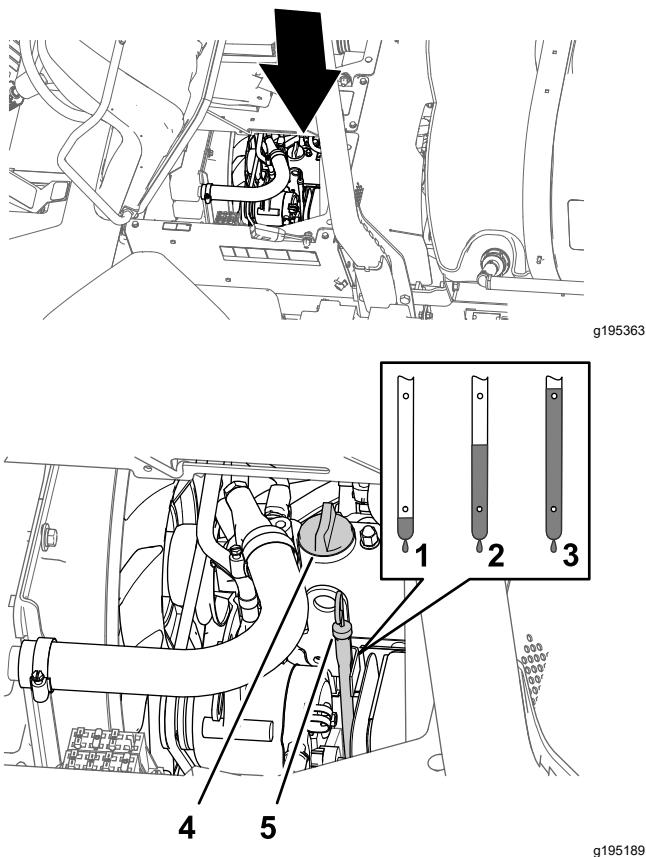

Figura 75
2. Togliete l'asta di livello, situata sotto il sedile passeggero, ed asciugatela con un panno pulito (Figura 75).
3. Se il livello dell'olio è basso, togliete il tappo di rifornimento dal coperchio della valvola (Figura 75) e versate dell'olio nel collo del bocchettone fino a portarne il livello al segno di pieno (Full) sull'asta.
4. Montate il tappo di riempimento dell'olio (Figura 75).
5. Rimontate saldamente l'asta di livello (Figura 75).